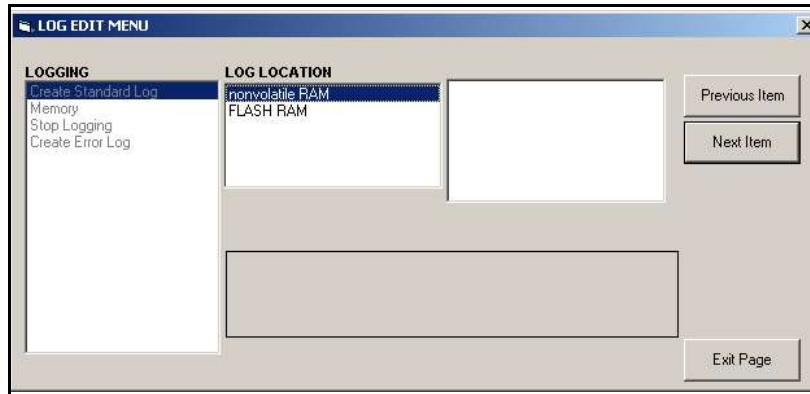

Figure 12: zone Log Location (Emplacement du journal) de l'option *Create Standard Log* (Créer un journal standard)
- a. Cliquez deux fois sur l'option *Create Standard Log* (Créer un journal standard). La fenêtre illustrée *Figure 12* apparaît.